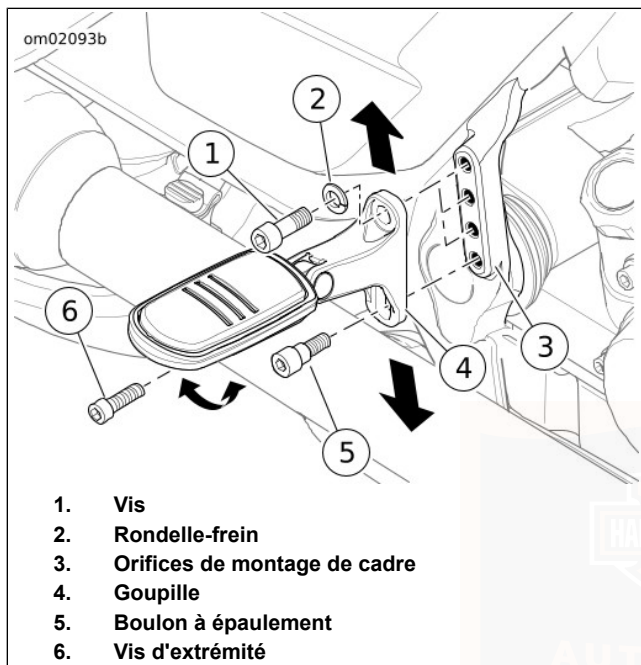

Figure 51. Repose-pied du passager : FLHX, FLHXS, FL-TRX, FLTRXS, FLHRXS
Voir Figure 51. Si le support ne coulisse pas vers le haut ou vers le bas, desserrer le boulon à épaulement inférieur (5) sans le retirer.
1. Retirer la vis de support supérieure (1) et la rondelle-frein (2).
1. Voir Figure 51. Desserrer la vis de retenue (6).